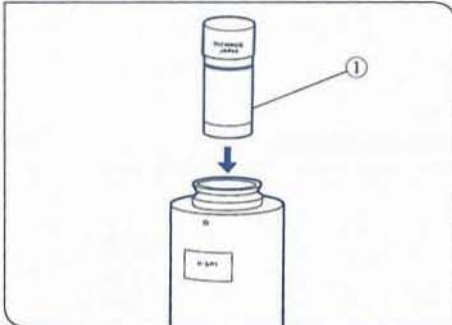

Fig. 48
**2 Photo Eyepiece** (Fig. 48)